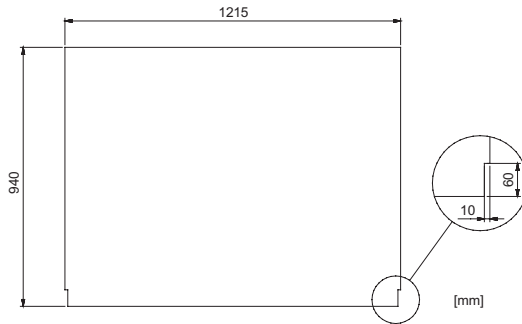
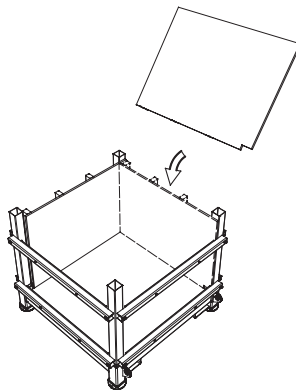

Abbildung 23. Maße der Seitenschalung für Schotterfüllung. Beachten Sie, dass die Schalplatten in beiden unteren Ecken Einkerbungen haben.
Abbildung 24. Platzieren der Seitenschalung.
- 5.2. Schneiden Sie vier Stück 18 mm-Schalungssperrholzplatten gemäß EN 636-3 in die in Abbildung 23 gezeigte Form. Platzieren Sie die Bretter gleichmäßig nacheinander in der Basis, mit den Kerben nach unten, sodass sie an den Unterstützungsträgern anliegen. Siehe Abbildung 24. Die Schalplatten werden direkt auf dem unteren Rahmen platziert und stehen nicht auf der Bodenschalung auf. Fixieren Sie die Schalplatten mit Holzschrauben an den Unterstützungsträgern. Wenn alle Schalplatten richtig platziert sind und eine Box ausgebildet ist, machen Sie weiter mit Schritt 6 und montieren Sie den oberen Rahmen.